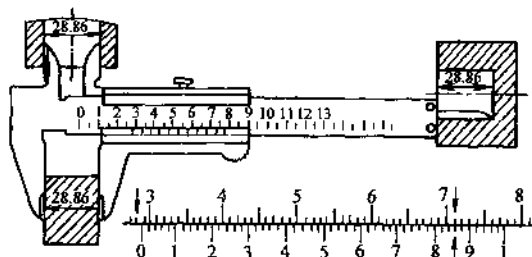

图 2-5 游标卡尺
5. 游标卡尺 游标卡尺是一种中等精度的量具，如图2-5所示。它可以直接测量出工件的内外尺寸和深度尺寸。